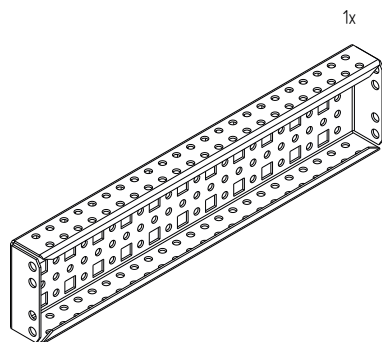

Рисунок 23 – Рейка монтажная тип В
- 4.7.2 Проверить комплектность (рисунок 23).